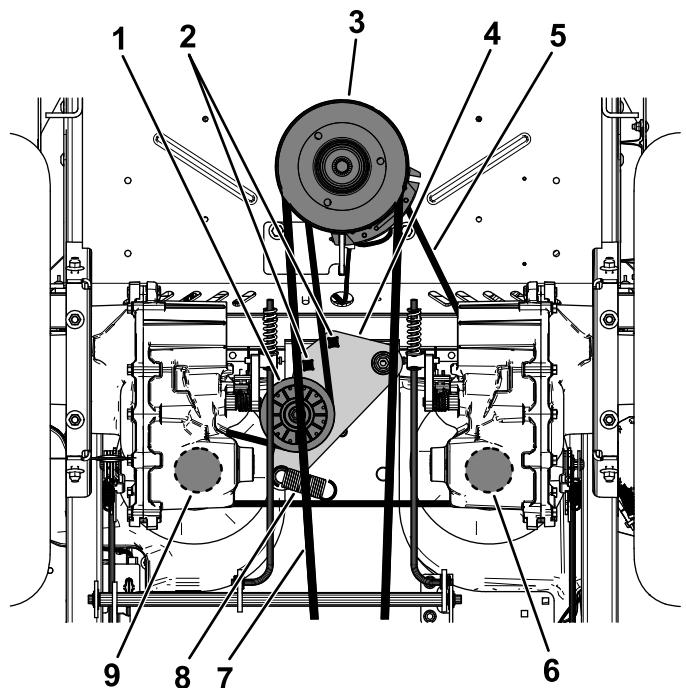

Figura 86
- Utilice una llave de carraca de $\frac{1}{2}$ " o similar en uno de los orificios cuadrados del brazo tensor para aliviar la tensión del muelle tensor (Figura 86).
- Retire la correa existente de la polea tensora, de las 2 poleas de transmisión de la bomba hidráulica y de la polea del motor (Figura 86).
- Instale la correa nueva alrededor de la polea tensora, la polea del motor y de las 2 poleas de la bomba hidráulica (Figura 86).